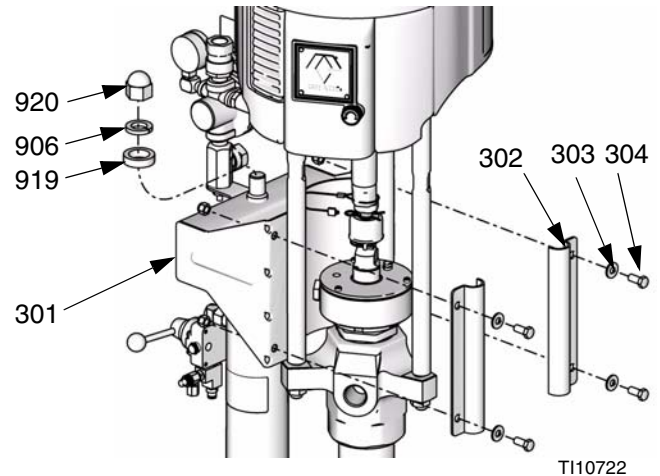

FIG. 36: Herrajes de sujeción de S20
- Destornille la tuerca de caperuza (920), la arandela (906) y el separador (919). Retire el soporte de la bomba (301) y los herrajes de sujeción. FIG. 36.
2. Destornille la tuerca de caperuza (920), la arandela (906) y el separador (919). Retire el soporte de la bomba (301) y los herrajes de sujeción. Vea la FIG. 36.
11. Instale el alojamiento de la guía de biela (931b) en la biela (931c) y atornille la tapa del cilindro (915).
12. Vuelva a colocar el soporte de la bomba (301) y las piezas de conexión. Vea la FIG. 36.